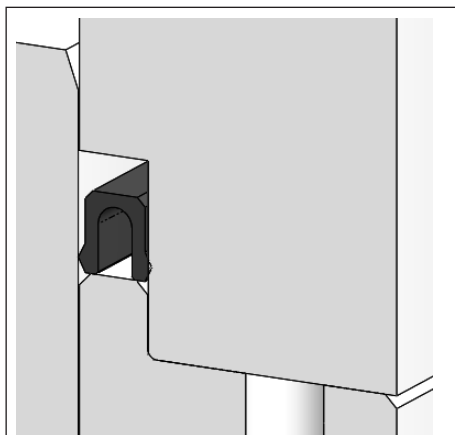

Fig. 9-2: Alinhamento do U-ring
- Se for utilizado um U-ring, introduza-o na ranhura no fundo da parte superior da caixa. Pressione o anel uniformemente em toda a circunferência. A parte aberta do U-ring fica virado para a face frontal do fundo (consulte a Fig. 9-2).